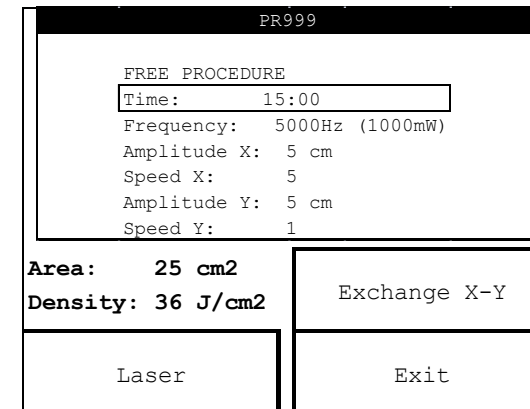

Fig.6
1. Drücken Sie die Funktionstaste relativ zur Taste FREIES VERFAHREN in Übereinstimmung mit dem Bildschirm der Abb. 3; es erscheint der Hauptbildschirm der Taste FREIES VERFAHREN (siehe Abb. 6), der das Informationsfenster für die mit dem Abtastlaser ausgeführte Standardbehandlung enthält